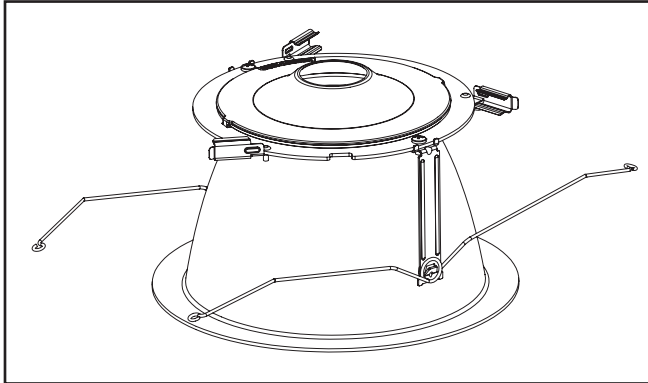

Figura 9.
1. Retire el borde inferior del embalaje protector. Gire los tres (3) clips laterales hacia afuera. (Figura 9). Retire el motor del LED del embalaje protector.